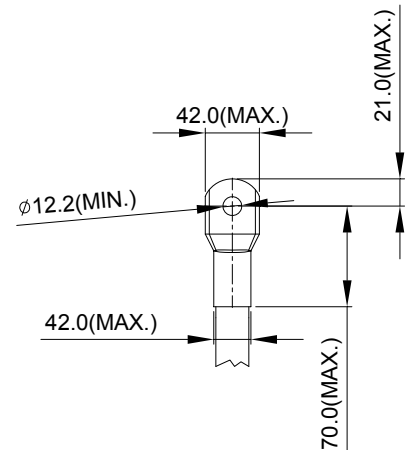

Рис. 3
6. На рис. 3 и Рис. 4 дана спецификация термоусадочной трубки в соответствии с UL (600С, YDPU2).